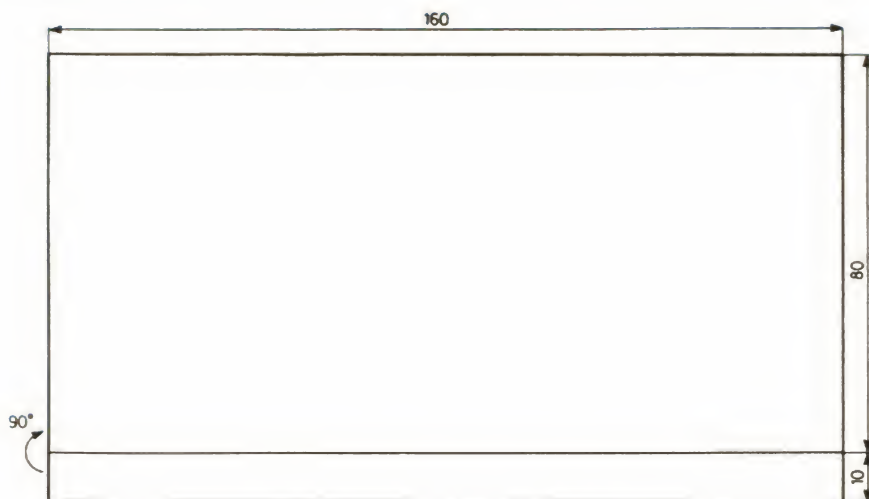

Fig. 6. - Cotes du blindage de la partie HF.
- une plaque rectangulaire en tôle (surtout pas en alu) dont les dimensions sont indiquées figure 6, ce sera le blindage qui séparera la partie HF, FI, BF du reste du tuner. L'alu est à proscrire en raison de son manque d'efficacité en tant que blindage ;